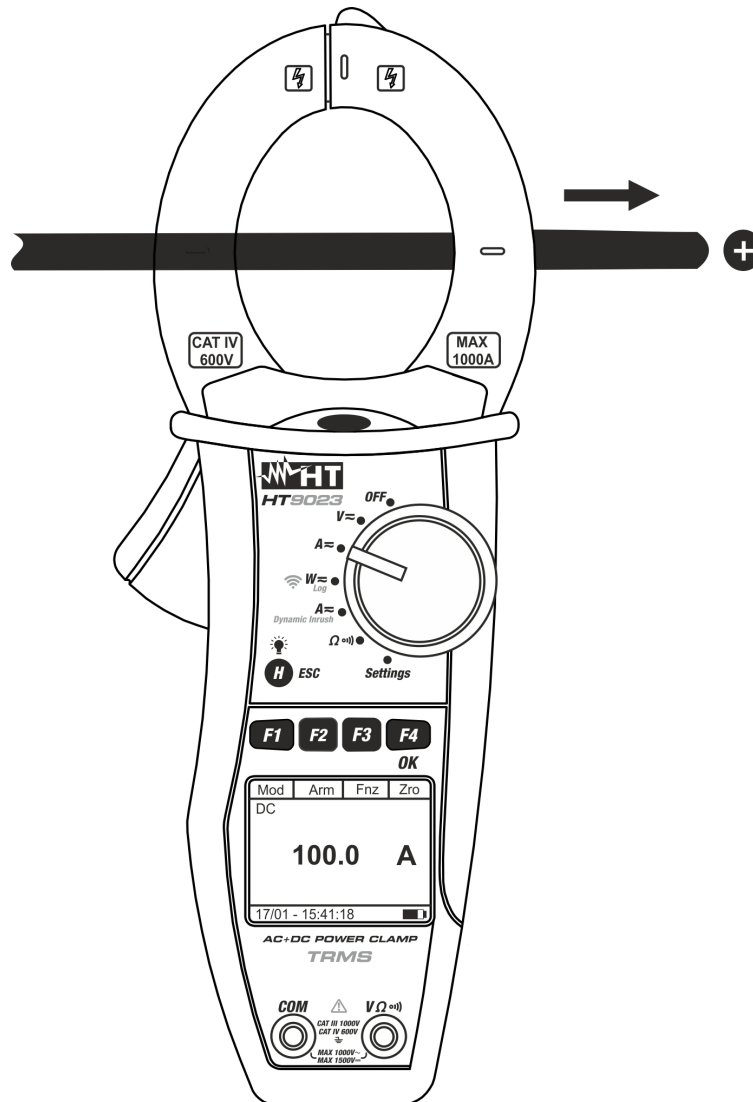

Abb. 9: DC Strommessung
5. Setzen Sie den Leiter ins Zentrum der Zangenöffnung, damit Sie eine genauere Ablesung der Messwerte erhalten. Auf die vorhandenen Ausrichtungsmarkierungen achten (siehe Abb.9)